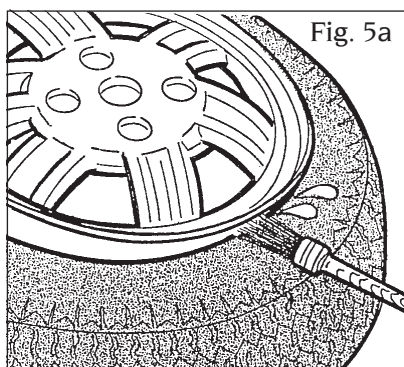

Fig. 5a
- Graisser abondamment les deux talons sur toute leur circonférence, en utilisant de la graisse pour caoutchouc agréée par le fabricant du pneu, de façon à faciliter le montage/démontage et éviter d'endommager les talons (Fig. 5a).